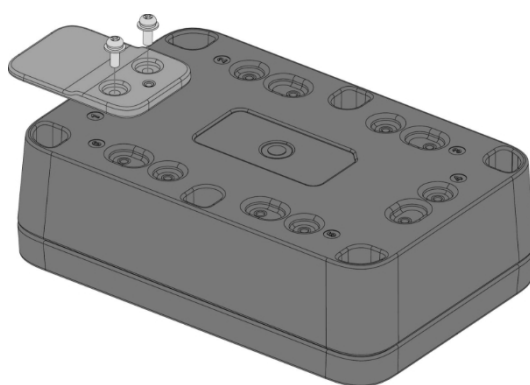

Abbildung 38: Befestigung der Etikettenhalterung am Gehäuse
2. Befestigen Sie die mit dem Buchstaben I gekennzeichnete Etikettenhalterung mit zwei (2) M3*8-mm-Kopfschrauben mit Unterlegscheibe am WisBlock Unify-Gehäuse. Platzieren Sie sie an den festen Positionen 1 bis 6 des Gehäuses, wie in **Abbildung 38** dargestellt.